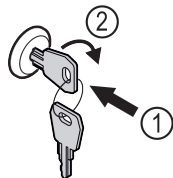

Fig. 181
- Inserire la chiave. Fig. 181 (1)
- Ruotare la chiave di 90° in senso orario. Fig. 181 (2)